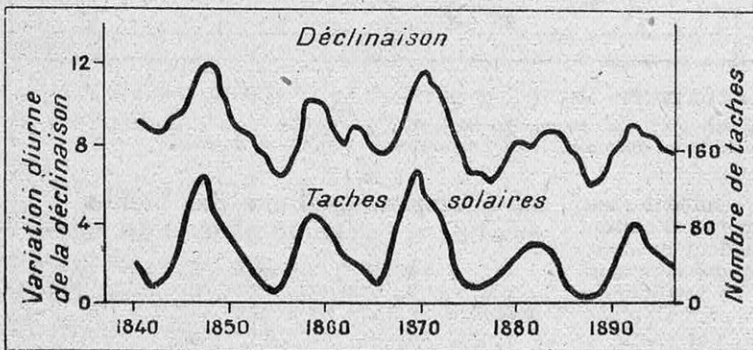
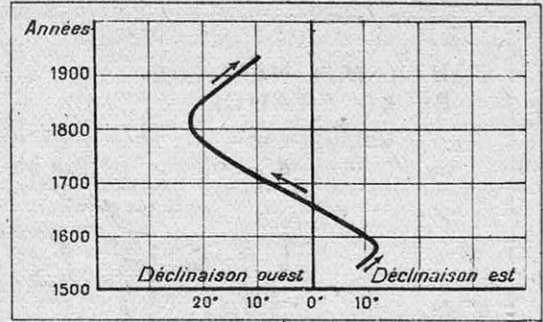

FIG. 4. — RELATION ENTRE L'AMPLITUDE DE LA VARIATION DIURNE DE LA DÉCLINAISON MAGNÉTIQUE ET LES TACHES SOLAIRES
FIG. 5. — VARIATION SÉCULAIRE DE LA DÉCLINAISON MAGNÉTIQUE A PARIS, DEPUIS L'AN 1540
magnétique décroît actuellement, en France (fig. 5), de huit minutes d'arc par an, de sorte que, si elle continue à diminuer au même taux, elle s'annulera, à Paris, vers l'an 2007. A la *variation annuelle* se superpose une *variation diurne*, qui peut atteindre 11' ; dans nos régions, le pôle nord de la boussole se déplace de l'est vers l'ouest entre 8 et 14 h, puis revient vers l'est, en restant presque immobile pendant la durée de la nuit. Fait remarquable, l'amplitude de cette variation diurne dépend de l'activité solaire, qui présente, on le sait, une période de onze ans environ, manifestée par la variation du nombre et de l'importance des taches solaires (1) (fig. 4). D'après cette périodicité, on sait d'avance quelles seront approximativement l'importance des taches solaires et l'amplitude de la variation diurne du champ magnétique terrestre ; aussi l'*Annuaire du Bureau des Longitudes* pour 1948 donne-t-il des tables qui permettent de prévoir la variation diurne pour les différents mois de l'année, aux diverses heures de la journée. Enfin, en dehors des variations régulières que nous venons de décrire, le champ magnétique terrestre présente parfois des variations brusques, appelées *orages magnétiques* (fig. 6) ; il arrive que la déclinaison varie de plus d'un degré et que l'intensité du champ oscille de 10 %. Les orages magnétiques intenses sont accompagnés d'aurores (2), observables aux latitudes élevées et parfois même aux latitudes moyennes, par exemple en France ; on observe simultanément des perturbations dans les couches ionisées de la haute atmosphère, qui peuvent aller jusqu'à provoquer un évanouissement complet des ondes courtes et moyennes
(1) Voir : « L'influence solaire sur la vie » (*Science et Vie*, n° 183, septembre 1932) et « Les étoiles, émetteurs hertziens » (*Science et Vie*, n° 356, mai 1947).
(2) Voir : « Des taches solaires aux aurores polaires » (*Science et Vie*, n° 251, mai 1938).
On voit ici les variations, d'année en année, des nombres moyens exprimant, dans une échelle arbitraire, d'une part l'activité magnétique, c'est-à-dire la fréquence et l'importance des orages magnétiques, et, d'autre part, l'activité solaire, d'après les taches observées. On retrouve le même parallélisme que dans la figure 4.